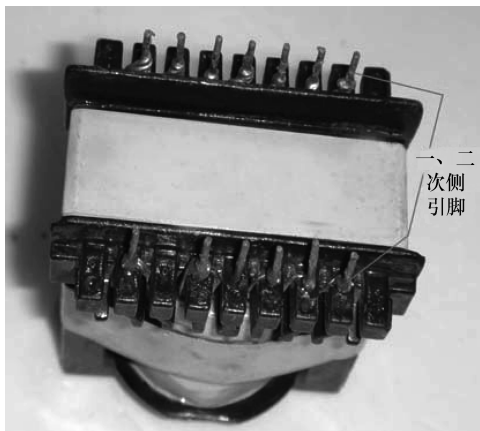

图 2-24 彩电开关变压器
拆下待测的变压器（见图 2-24），找到一次绕组的两个接头（假设为①、②端子），再用一根绝缘导线和一台辅助电视机，将绝缘导线在辅助电视机的行包磁心上穿绕 1~3 匝作为测试线圈，将线圈的端子引出，假设两个引出端子为③、④。